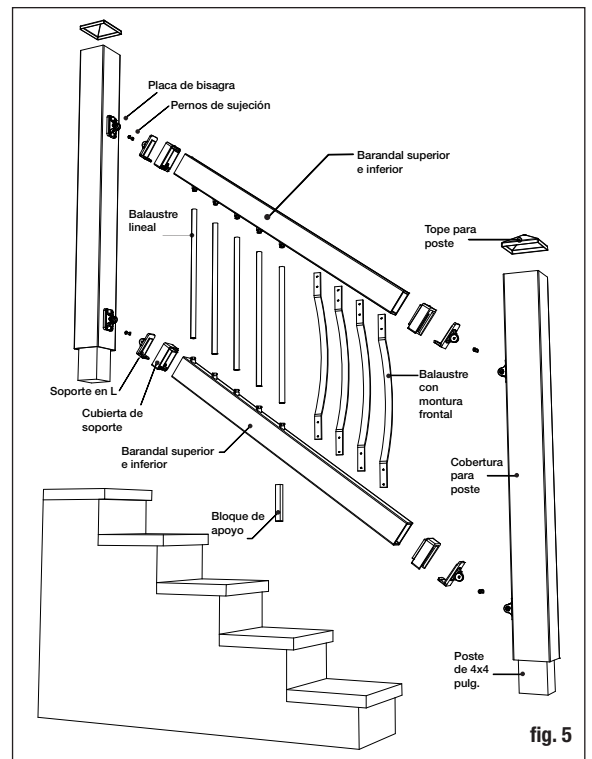

fig. 5
Balaustres Classic y Estate usando conectores Fije los balaustres al barandal inferior deslizándolos dentro de los conectores (consulte la fig. 5).
Paso 7 Se necesita un bloque de apoyo en el centro de cada barandal. Corte el bloque de apoyo a la altura deseada. Fijelo a la cara inferior del barandal inferior (consulte la fig. 5). Encuentre el centro del barandal y pretaladre usando una broca de 32 mm (1/8 pulg.). Sujete los conectores de los bloques de apoyo usando los tornillos incluidos.